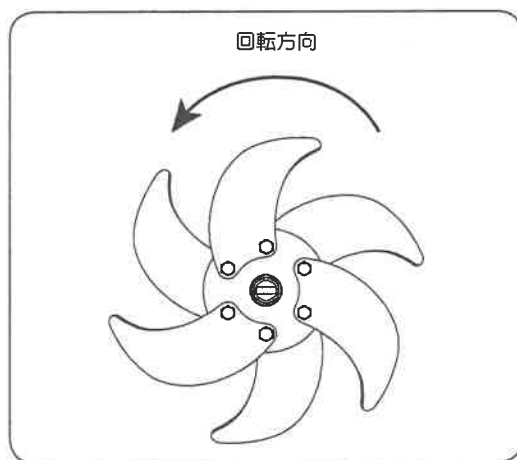

図9
- ②爪の向きは、使用する回転方向に対し、図9のようになるよう取付けてください。